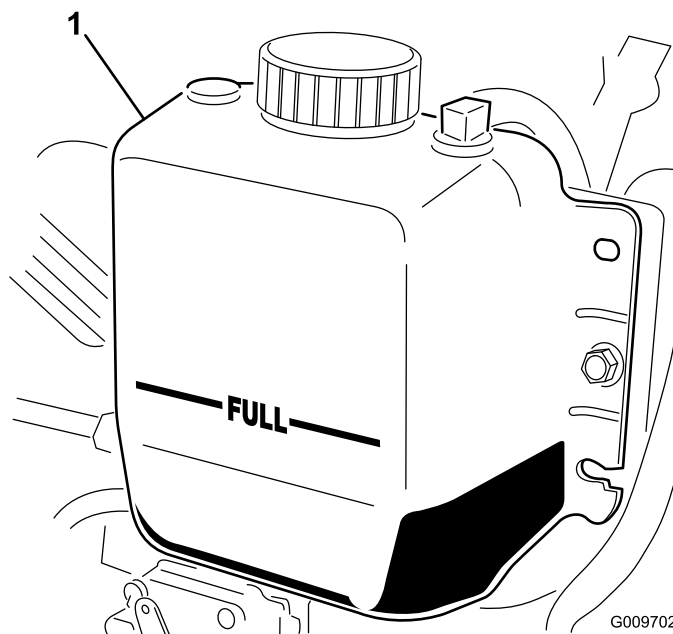

Figura 14
2. Compruebe el nivel de refrigerante del radiador. El radiador debe llenarse hasta la parte superior del cuello de llenado, y el depósito de expansión debe llenarse hasta la marca FULL (lleno) (Figura 14).